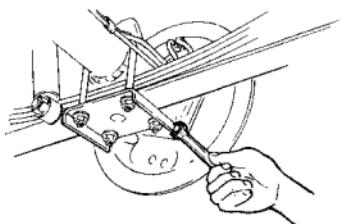

图 13-8
(11)从后桥壳上拆下制动底板 4 个螺母及垫圈（图 13-8）。